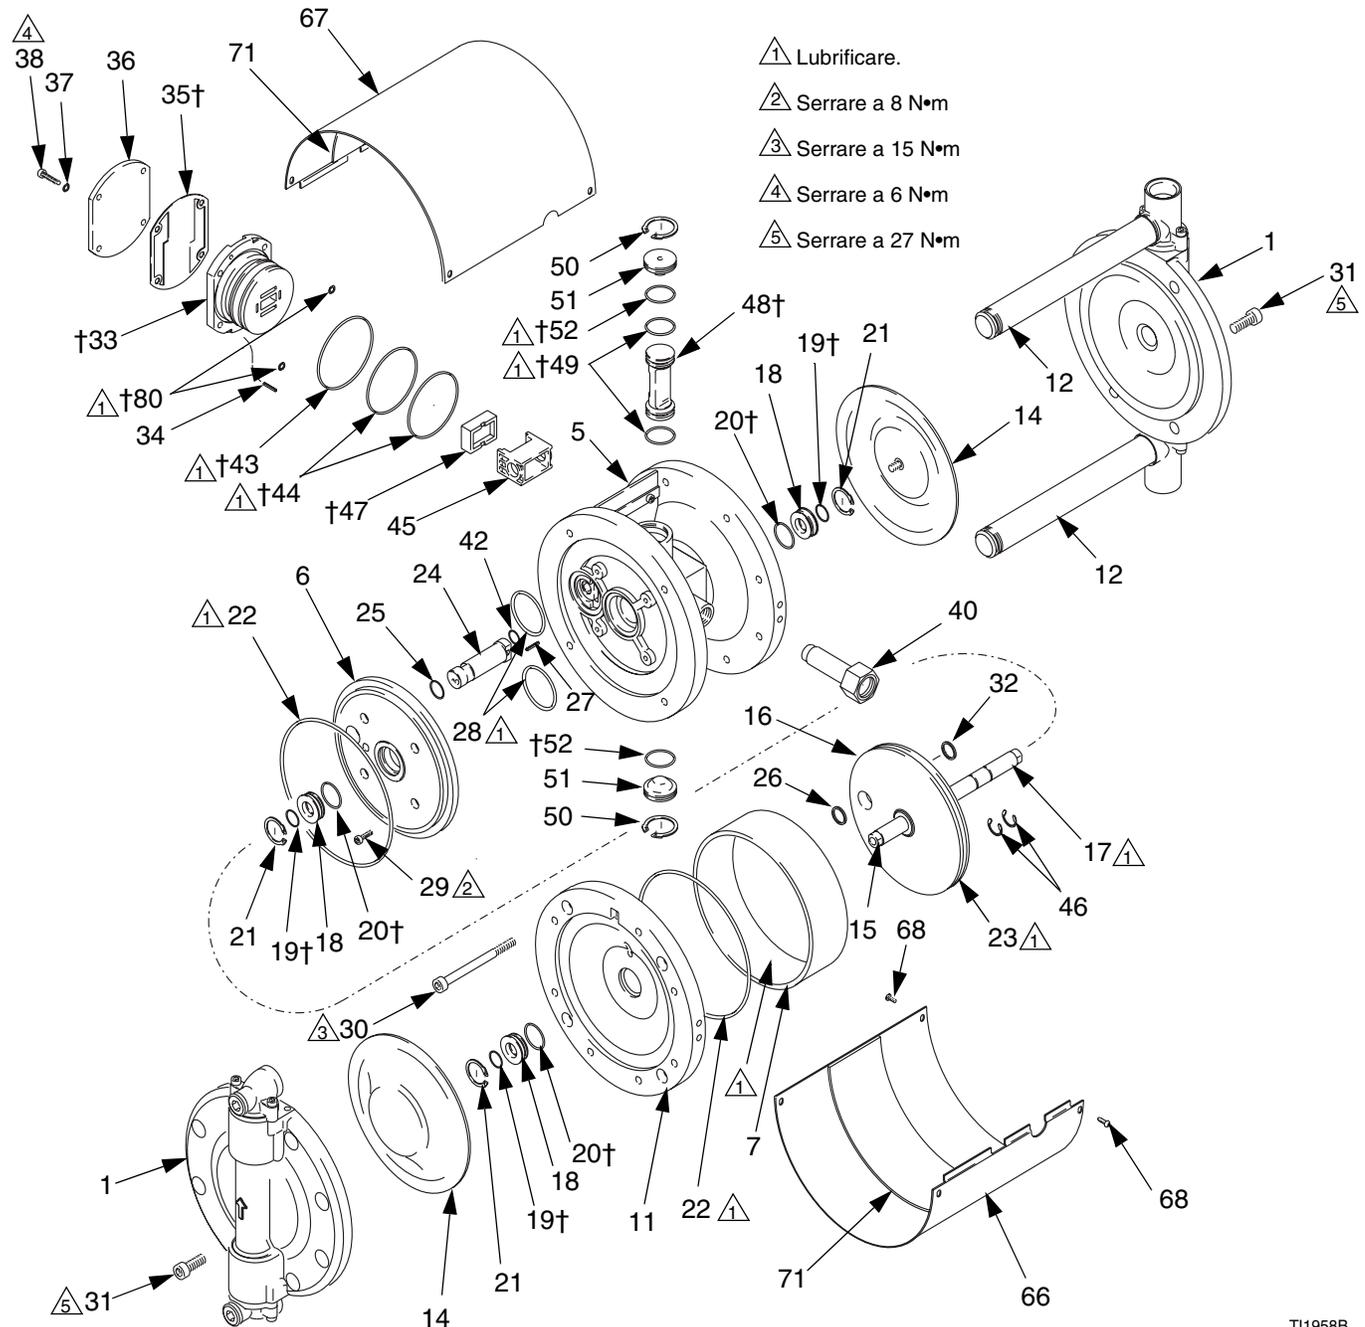

FIG. 7. Riparazione della valvola di sfiato
2. Rimuovere le viti (31) da un coperchio del fluido (1). Estrarre il gruppo del coperchio, separandolo dai tubi del fluido (12). Vedere FIG. 7.
3. Rimuovere le viti (31) e il gruppo dell'altro coperchio del fluido (1), mantenendo collegati tubi del fluido (12).
4. Rimuovere il raccordo di ingresso dell'aria (40).
5. Rimuovere le viti (68) e i coperchi superiore (67) e inferiore (66).
6. Rimuovere le membrane (14), pagina 15.
7. Rimuovere le quattro viti (38) e le rondelle (37), coperchio della valvola di sfiato (36) e guarnizione (35).
8. Fare leva sulla sede della valvola pneumatica (33) per sollevarla dall'alloggiamento (5), utilizzando due cacciaviti inseriti nelle cavità della sede. Rimuovere gli anelli di tenuta (43, 44 e 80) dalla sede.
9. Rimuovere la tazza (47) dall'alloggiamento centrale.
10. Rimuovere i due fermi (46) dall'albero (17).
11. Rimuovere le viti (30), il coperchio esterno del cilindro (11) e il cilindro (7). Non perdere gli anelli di tenuta (22).
12. Estrarre il pistone (16) e il gruppo dell'albero.